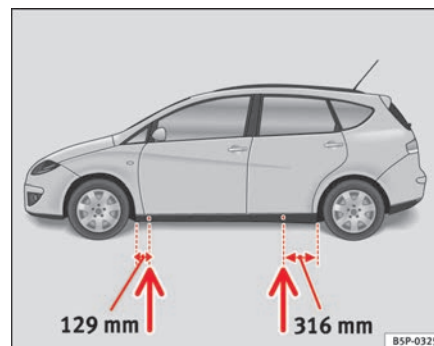

Abb. 178 Aufnahme-
- Suchen Sie den Aufnahmepunkt am Unterholm, der dem zu wechselnden Rad am nächsten liegt ⇒ Seite 251, Abb. 178.
Am Unterholm kennzeichnen jeweils vorn und hinten Eindrückungen die Stellen, an denen der Wagenheber angesetzt werden darf ⇒ Seite 251, Abb. 178. An jedem Rad ist eine Stelle für den Wagenheber vorgesehen. An anderen Stellen darf der Wagenheber nicht angesetzt werden.